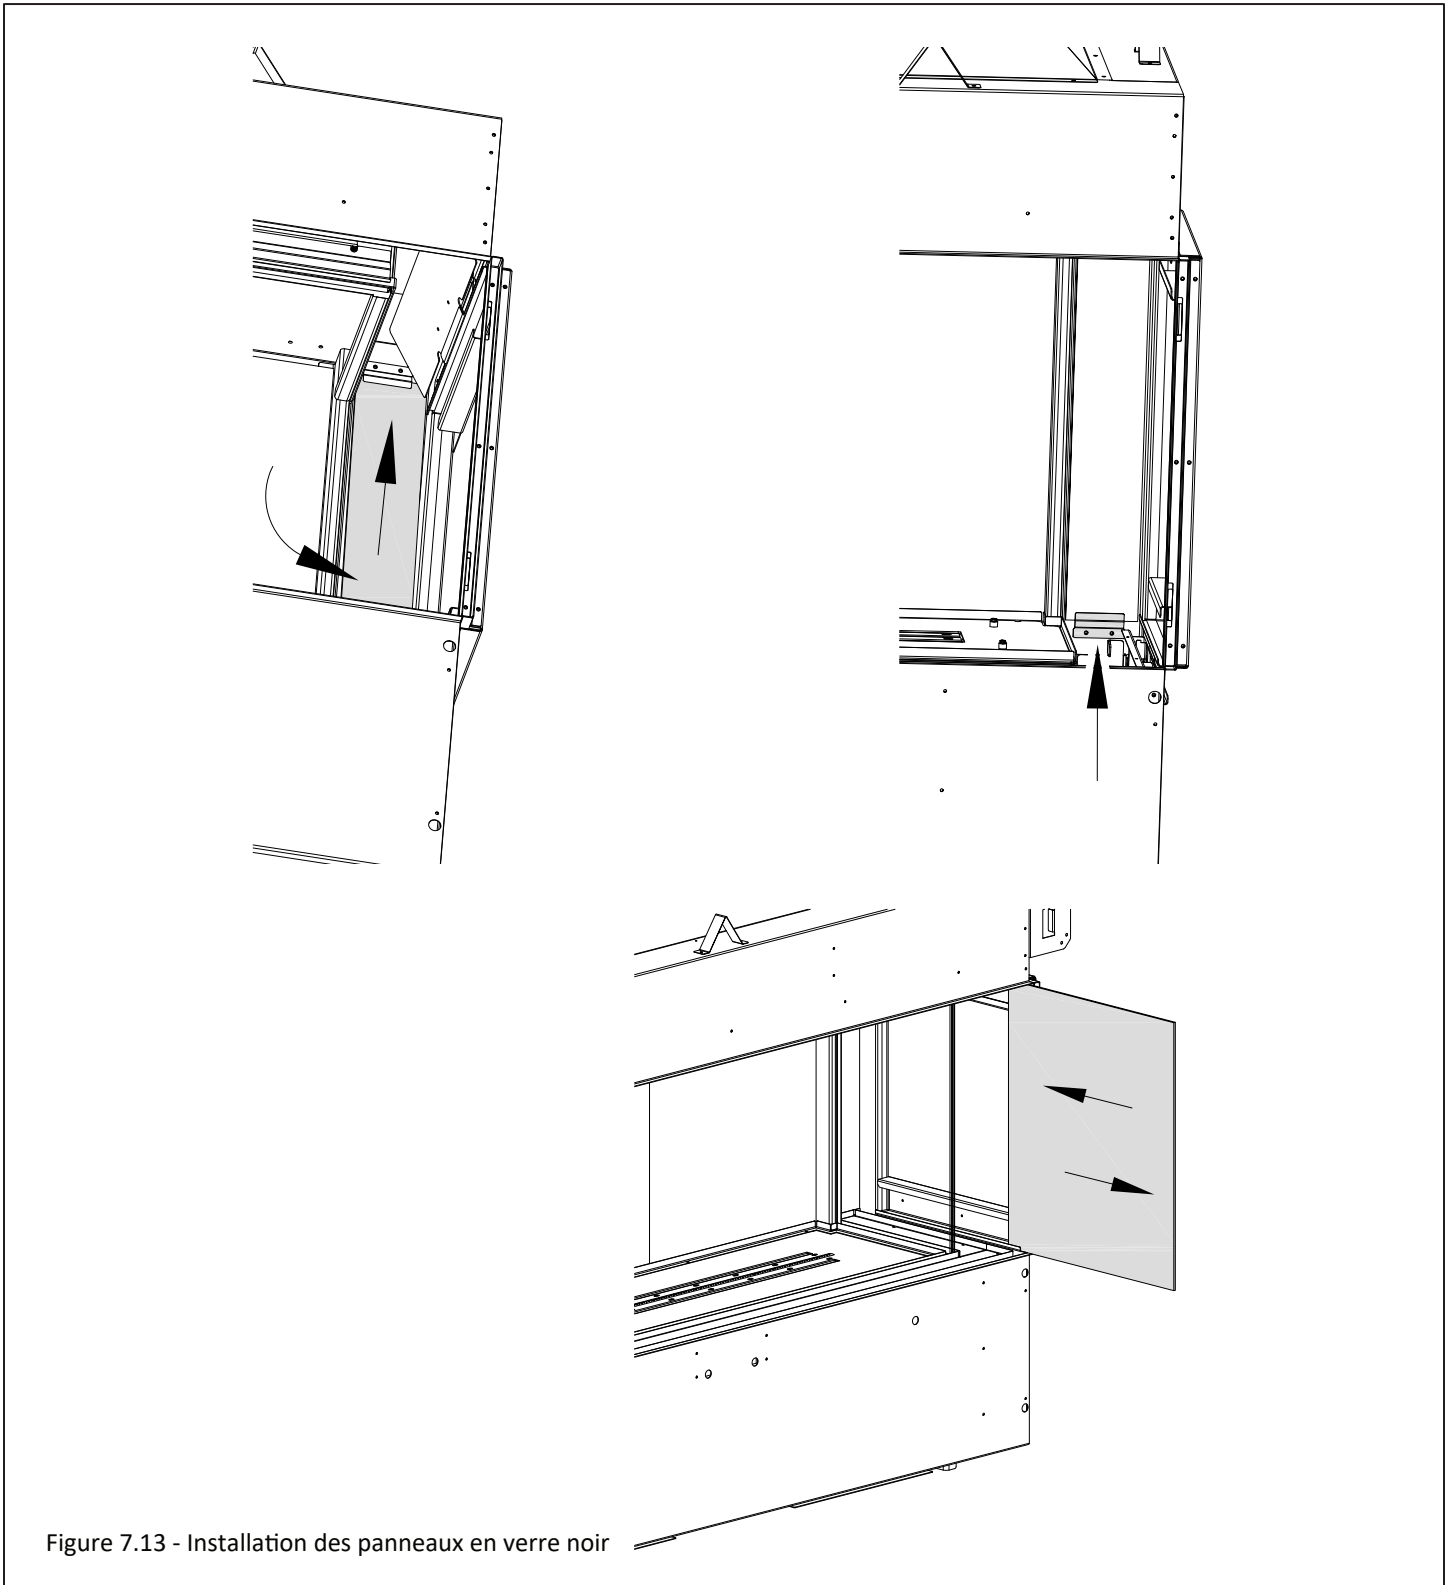

Figure 7.13 - Installation des panneaux en verre noir
3. Installez les (2) panneaux arrière périphériques (extérieurs) en verre noir, en les inclinant de côté, jusqu'à ce qu'ils soient placés à l'arrière du foyer, tel que montré à la Figure 7.13 (au haut à gauche). Insérez le bord supérieur de ces panneaux dans le clip supérieur pré-installé pour panneau périphérique, puis pivotez-le en place. Tout en tenant en place le panneau en verre noir, utilisez le clip pour panneau périphérique fourni et fixez-le au bas du panneau en verre noir avec (2) vis à métal, tel que montré à la Figure 7.13 (au haut à droite).
4. Installez les panneaux latéraux en verre noir en les glissant en place, tel que montré au bas de la Figure 7.13.